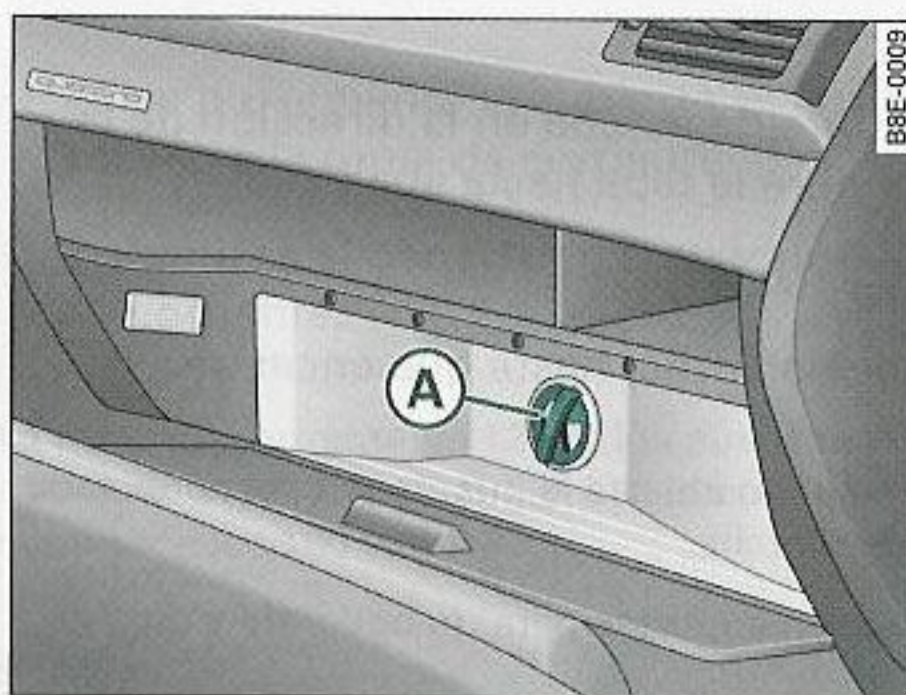

Fig. 119 Guantera con minibar abierto
- Abra la tapa del minibar ⇒ fig. 119
- Conecte o desconecte la refrigeración mediante el mando giratorio (A).